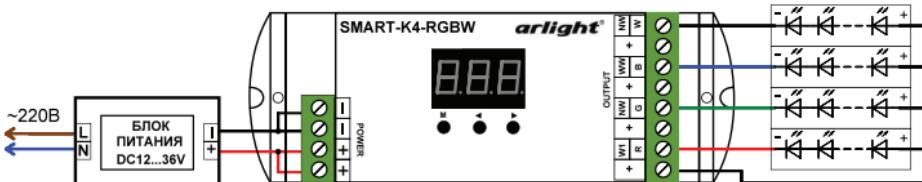
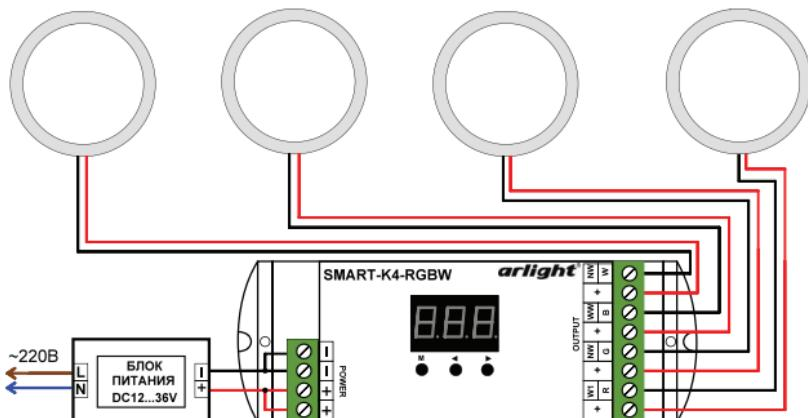

Рис.1. Общая схема подключения контроллера.
Рис.2. Схема подключения светильников в режиме «диммер».
- Согласно приведенным схемам (Рис.1, Рис.2) подключите светодиоды или другой совместимый светодиодный источник света к выходу OUTPUT контроллера. Соблюдайте полярность и порядок подключения проводов к клеммам.